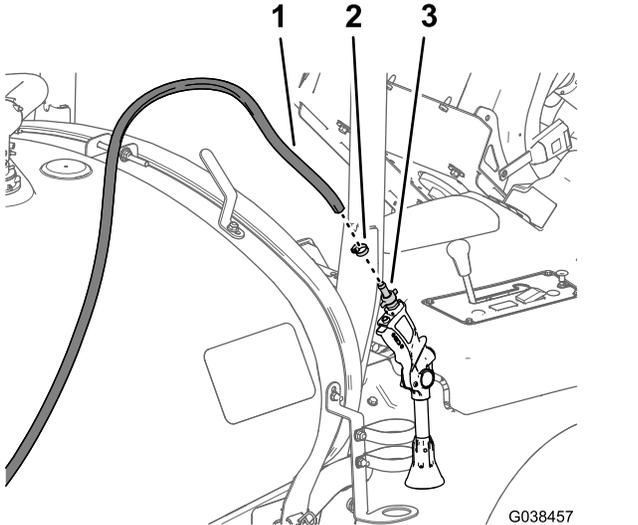

**Figure 93**
6. Acheminez le flexible d'alimentation vers l'avant et le long de la cuve de pulvérisation en direction du support du pistolet-pulvérisateur, et fixez le flexible au cadre de la cuve avec les 3 serre-câbles (Figure 93).